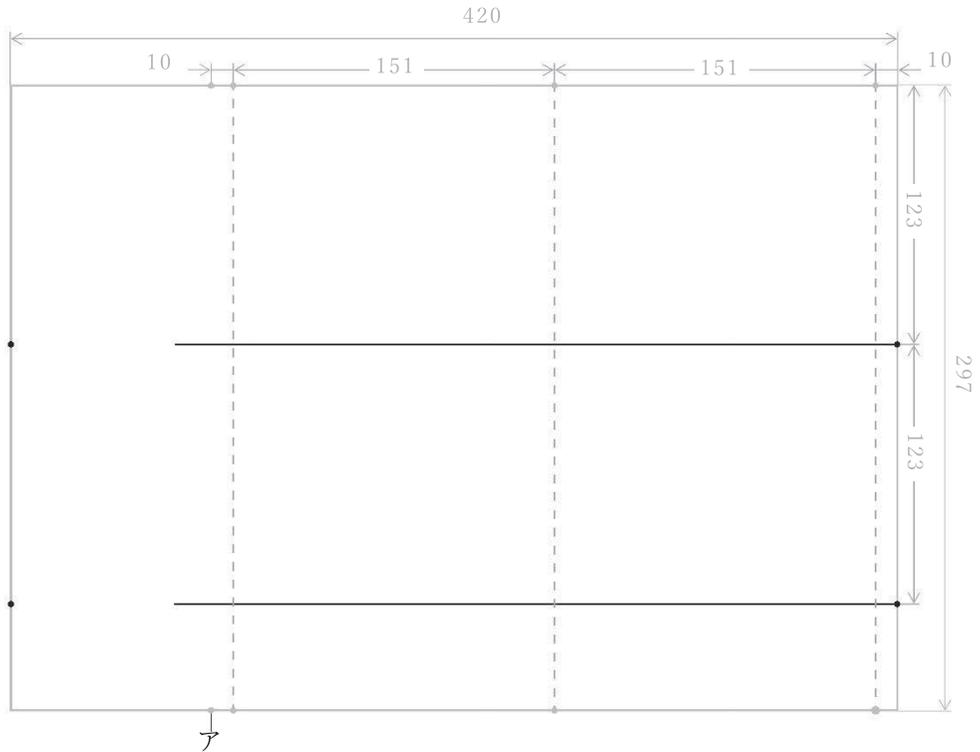
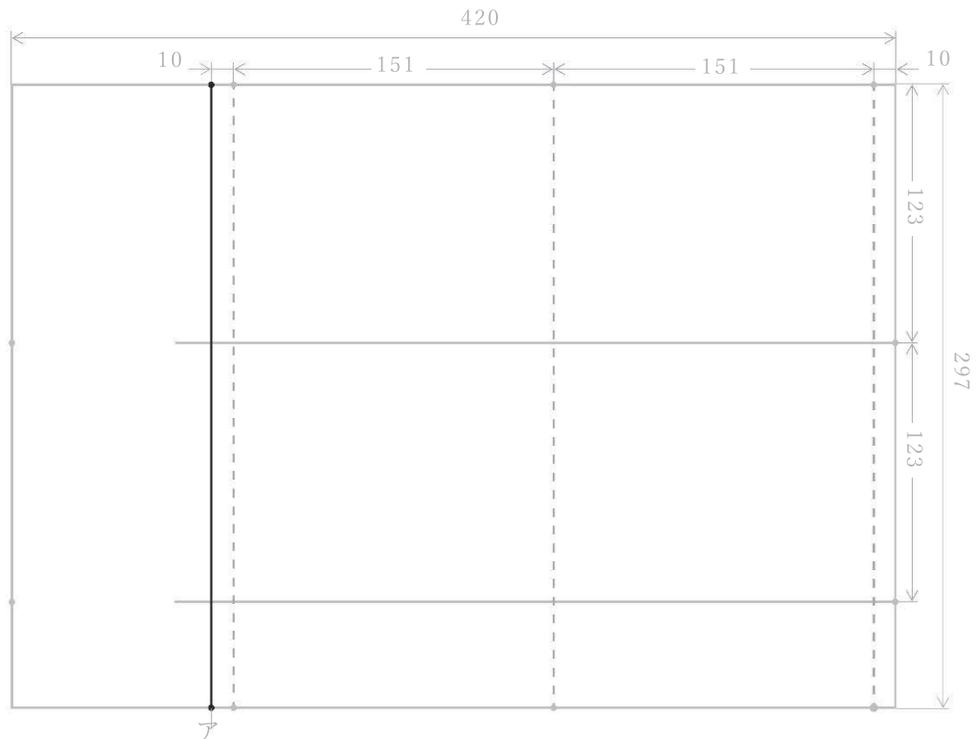
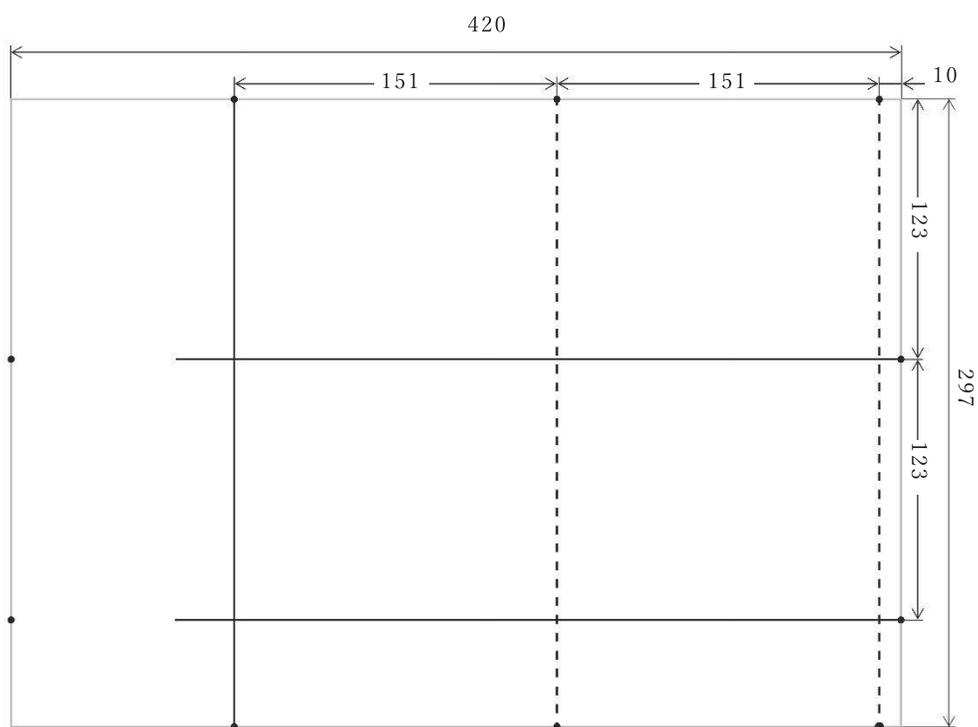
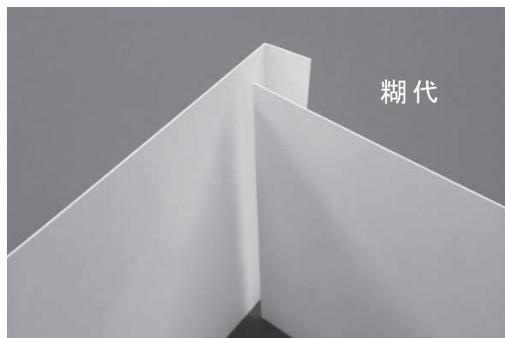

図21 切り込みを入れる（黒い実線）
図22 切り込みを入れて切り離す（黒い実線）
図23 サイズBの切り取り線と折り目
図25 糊代
②ケント紙を折る・つなげる	i) サイズA、サイズBの大きさに切り取った4枚のケント紙を、折り目に沿ってそれぞれ蛇腹折にする(図23)。 ii) サイズAのケント紙とサイズBの任意の1枚のケント紙を、図25～図27のようにつなげる。 iii) サイズBの残りの2枚も同様につなげる(図1)。
その後、図21の黒の実線を切る。このときの注意点として、ケント紙を完全に切
り離すのではなく、図21のアを2～3cm超えたあたりでカッターを止める(つまり、紙を完全に切り離さない)。最後に、図22の黒の実線で示した箇所を切り取れば、折り目の入ったサイズAが2枚切り出せる。そのうちの1枚の片方の糊代の部分(10×123mm)を切り取ると、サイズBになる。サイズBの残り2枚については、図23を用いて上記に示した手順にならって切り取る。
つなげる順序としては、まずサイズAとサイズBの1枚をつなげる。ケント紙の10×123mmの箇所は糊代となるので（図25）、サイズAの片方の糊代に糊を塗布し、サイズBの糊代が設けられていない辺と接着する（図26・27）。このとき、糊代の部分が見えないように本文の裏となる面に糊代を接着する。サイズBの残りの2枚についても同様の手順でつなげていく（図1）。